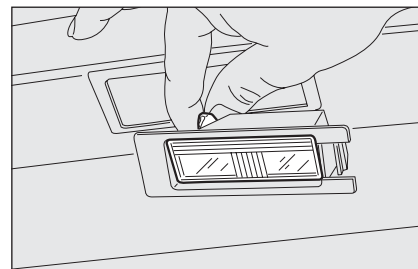

рис. 29
- ☐ Замените лампу рис. 29, вытянув ее из боковых контактов, и убедитесь, что новая лампа надежно закреплена между контактами;